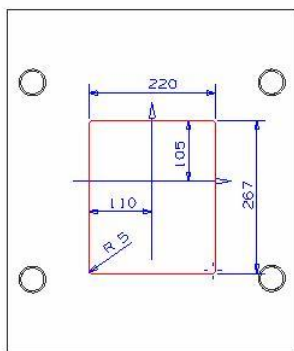

图7-56
3. 在【成形特征】工具条中单击【草图】  按钮, 弹出【基准平面】悬浮工具条, 以默认平面作为草绘平面绘制草图轮廓, 如图 7-56 所示。